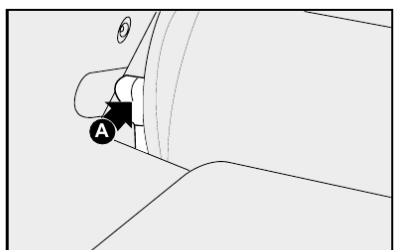

fig. 96
3) Destruar o encosto do banco agindo sobre as alavancas laterais **A-fig. 96** do mesmo, na direção da seta;